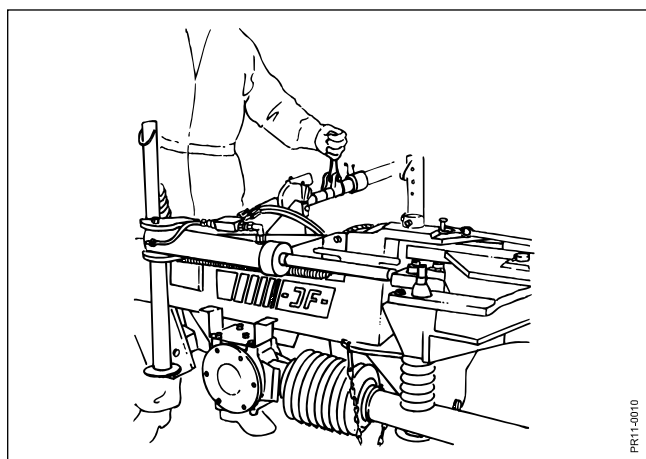

Fig. 3-9
- Fig 3-9** Snithøjden kan reguleres med topstangens længde. Kort topstang giver lav snithøjde.